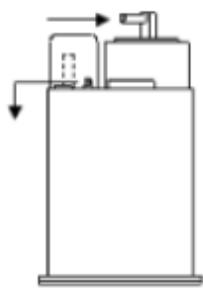
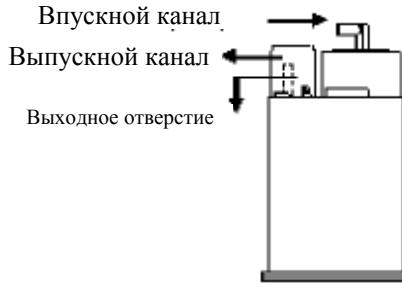

Рис. 53
Рис. 54
- (1) Визуально проверьте адсорбера на предмет трещин или повреждений (см. Рис. 53).
- (2) Проверьте работу адсорбера
- a. Закройте пробкой выпускное отверстие (см. Рис. 54).